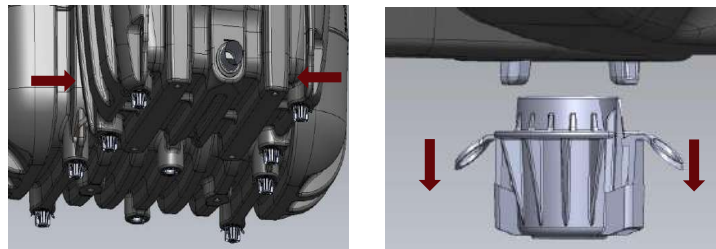

Fig. 28: Dépose des pieds amovibles
2. Déclipser les pieds situés sous les deux cuves tel qu'indiqué en *Fig. 28*. Ils peuvent être dirigés vers une filière recyclage du plastique.